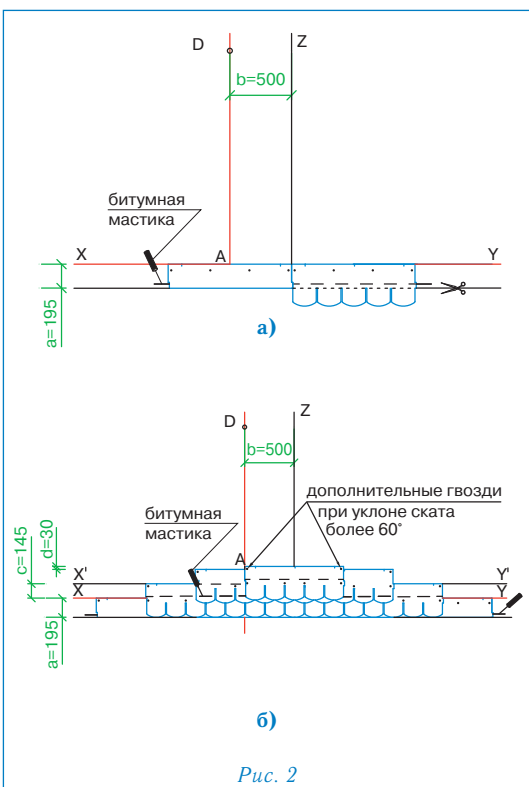

Рис. 2
Укладка материала (рис. 2)
- Начальный ряд формируется из листов черепицы ТРАДИШНЛ ПРАГА обрезанных по линии, образованной конечными точками вырезов. Полученные таким образом полосы шириной 19,5 см укладываются по линии карниза в обе стороны от линии Z (рис. 2а) и фиксируются по нижнему краю битумной мастикой, а по верхней кромке 4 гвоздями (ось гвоздей на 5 см ниже верхнего края полосы);
- далее первый ряд черепицы укладывается от линии AD (рис. 2б);
- второй ряд укладывается от линии Z (со смещением 50 см от AD) (рис. 2б);
Каждый лист черепицы ТРАДИШНЛ ПРАГА крепится 4 гвоздями (ось гвоздей на линии битумных клеевых полос) таким образом, чтобы гвоздь прошивал и верхний край низлежащего листа черепицы (рис. 2б).